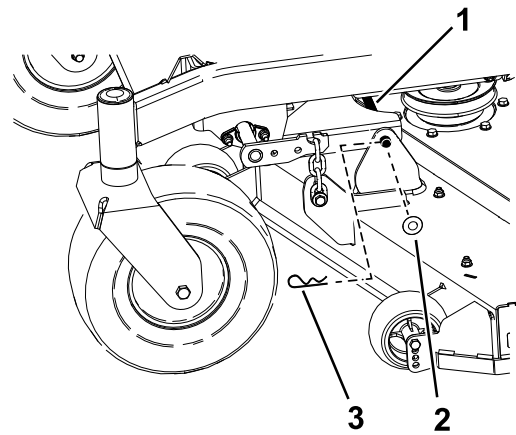

Bild 76
6. Nehmen Sie den Splint und die Scheibe ab, mit denen der Steckstift am Rahmen und Mähwerk befestigt ist, und nehmen Sie die Lenkerstange ab (Bild 76).
9. Befestigen Sie den Steckstift mit den vorher entfernten Splinten und Scheiben (Bild 76).